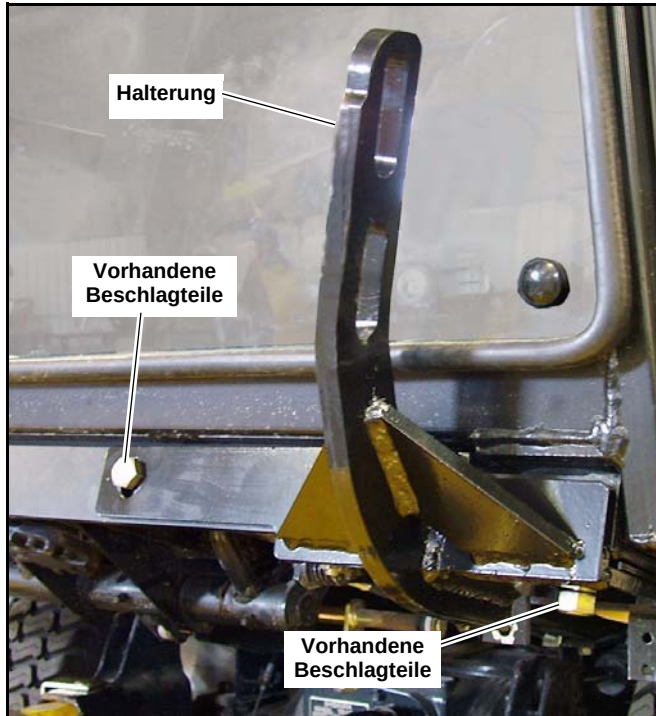

Abb. 4-14
3. Entfernen Sie die zwei Kabinenbefestigungsbolzen vorne links am Traktor und befestigen Sie die Haltestütze mit den vorhandenen Beschlagteilen an der Kabine. Abb. 4-14